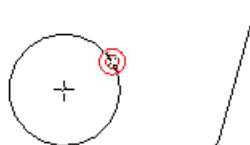

图 4.11.11 进行约束锁定操作
Step4.（本步为可选操作，读者不妨也练习一下。）在刚才出现红色的小圆圈  时，也可以进行约束锁定操作，即按住 Shift 键，同时右击，此时小圆圈  变成 2 个小同心圆圈 （图 4.11.11）。在图形区任意移动鼠标，会发现同心圆圈  始终在圆 A 上转动，表明只能在该圆上确定一点，这就是“锁定约束”的概念。